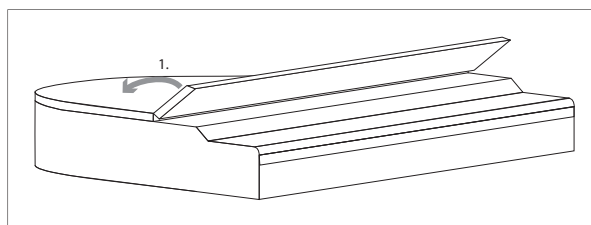

Fig. 3.1: Apertura de la parte delantera de la tapa del piano
- 18) Levante la parte delantera de la tapa del piano y gírela hacia atrás si aún no lo ha hecho (ver Fig. 3.1).